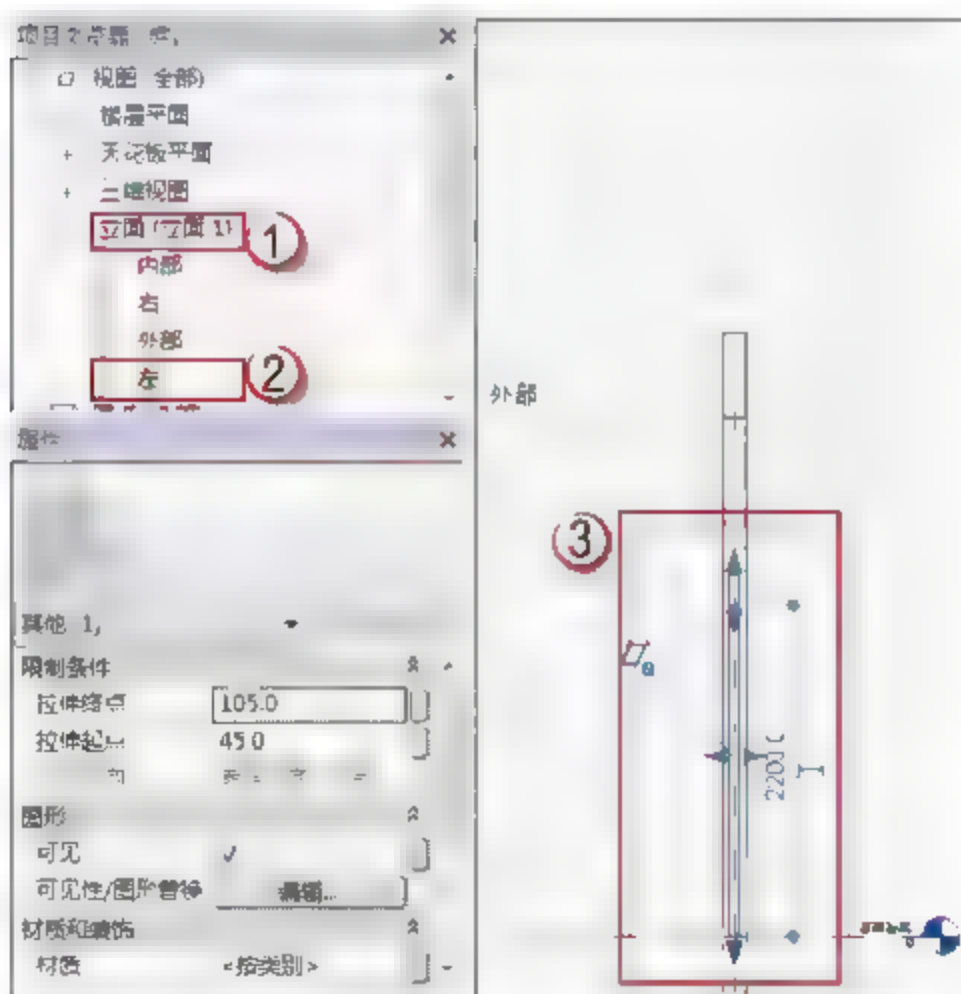

图 6.2.49 FM1521 乙的左立面视图
(10) 选择“项目浏览器”中的“立面 (立面 1)”→“左”选项, 可以进入 FM1521 乙的左立面视图, 如图 6.2.49 所示。